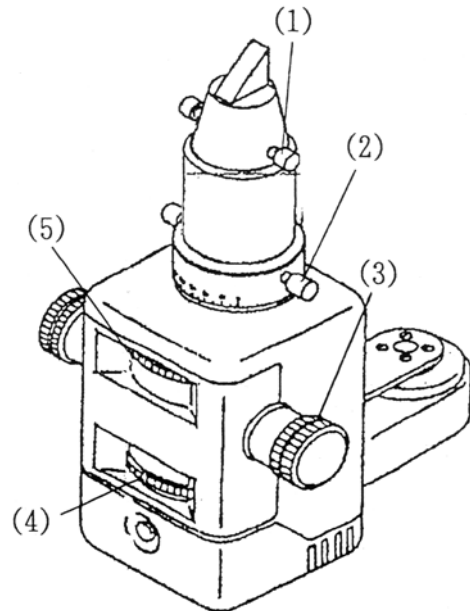

Рис. 10
Осветительное устройство приведено на рис.10. Заднее освещение, не прямое освещение, щелевое освещение с поперечным движением для сканирования роговицы устанавливается с помощью ручки (1). Поворачивая ручку (2), можно переместить оптическую ось из вертикального положения в горизонтальное путем наклона. Ширина щели изменяется поворотом правой или левой ручки (3). Используя диск (4), можно выбрать щелевые отверстия 0.2, 1, 3, 5, 8 и 14 мм.